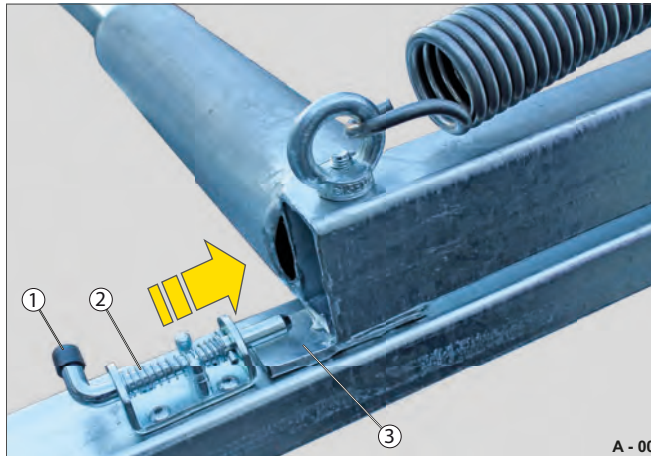

Abb. 26 Riegelbolzen verriegelt
- ▶ Drehen Sie den Riegelbolzen (Abb. 26/1) um 90° und lassen Sie diesen los.
Die Druckfeder (Abb. 26/2) drückt den Bolzen in die verriegelte Stellung.
Die Lasche (Abb. 26/3) am Bremsrahmen ist verriegelt.